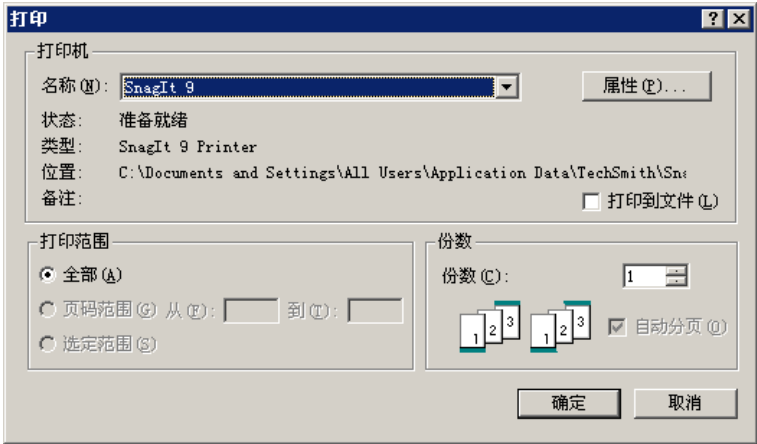

图 9.6.5 “打印”对话框
(3) 绘图仪命令。当用户选中的打印目的中包含 ☒ 到打印机 复选框时，可以使用 **绘图仪命令** 指定将文件发送到打印机的系统命令；此外，还可以在此区域输入命令，或者使用配置文件选项 “plotter_command” 来指定命令，默认情况下，在 Windows 系统中的 **绘图仪命令** 是 “windows_printer_manager”，本例中此处不作修改，在“打印机配置”对话框中单击 **确定** 按钮。
Step3. 选择 **发布**    命令启动 Windows 系统打印机，弹出图 9.6.5 所示的“打印”对话框，在 **名称(N):** 后的下拉选项中选取合适的打印设备，然后单击 **确定** 按钮，即可开始进行打印。